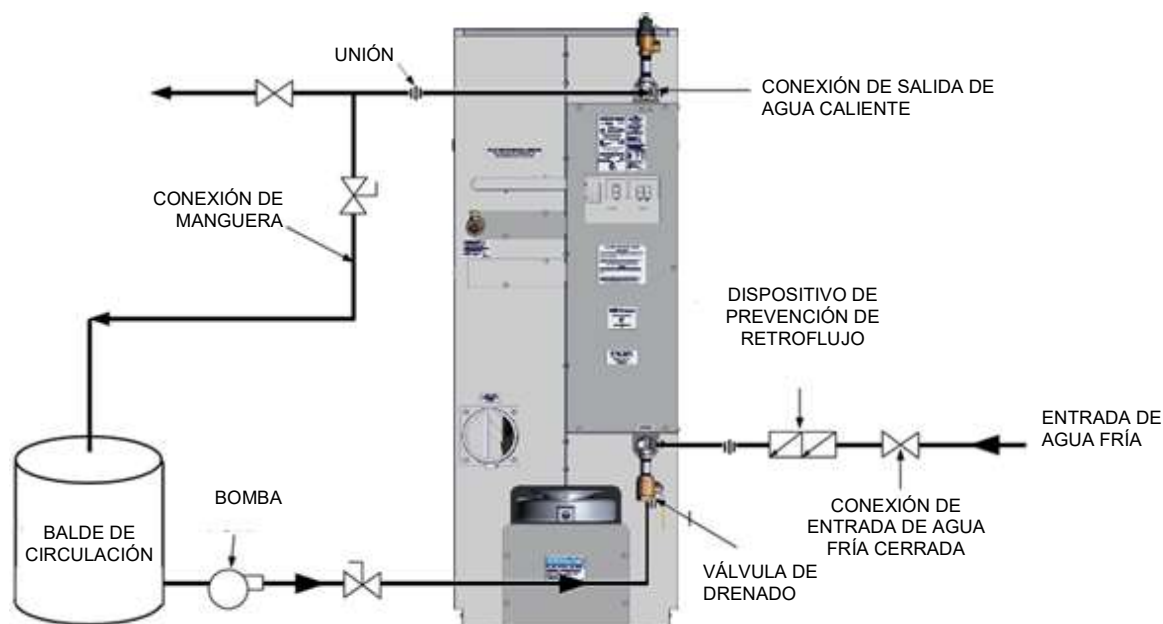

Figura 6-9: Configuración muestra para limpieza del intercambiador de calor
En la Figura 6-9 se muestra un plano de la configuración del sistema de bombeo del Calentador de Agua Innovation. Como se ve en este plano, la limpieza del intercambiador de agua se logra bombeando la solución HydroSkруб desde un balde grande de circulación a la válvula de drenado del intercambiador de calor, a través del intercambiador de calor y después hacia afuera a través de la conexión de salida del calentador. Configure el sistema de bombeo de la siguiente manera:
- Cierre la válvula de drenado de la unidad, conecte un balde de un tamaño adecuado y bombee al drenaje de la unidad, como se muestra en la Figura 6-9.
- Instale una válvula de bola "T" y una conexión de manguera en la tubería de salida del agua (Figura 6-9). Dirija la manguera de vuelta a la superficie del balde de circulación.